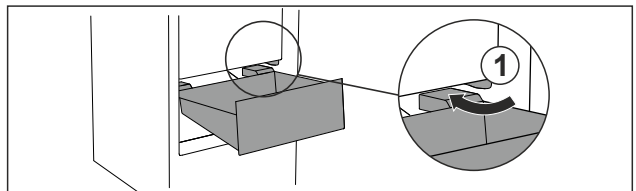

Fig. 26
- Prevedzte zásuvku šikmo okolo zarážok Fig. 26 (1).